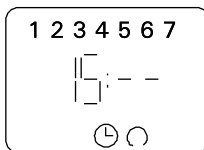

Рисунок 5.
- Однократное нажатие кнопки [h+] добавляет один час, постоянное нажатие ускоряет смену цифр. Постоянное нажатие кнопки [h+] способствует изменению в зависимости от выбранной формы 00 ... 23 ... 00 или AM 00 ... AM 12 ... AM 00/ PM 00 ... PM 12 ... PM 00. (Рис. 5)